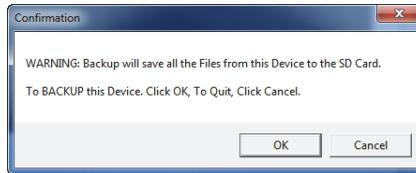

Figura 7-26 Cuadro de diálogo Confirmation para confirmar el inicio del proceso de respaldo (copia de seguridad)
4. Cuando el cuadro de diálogo **Confirmation** aparece (ver la Figura 7-26 en la página 232), haga clic en el botón **OK** para iniciar el proceso de respaldo (copia de seguridad).